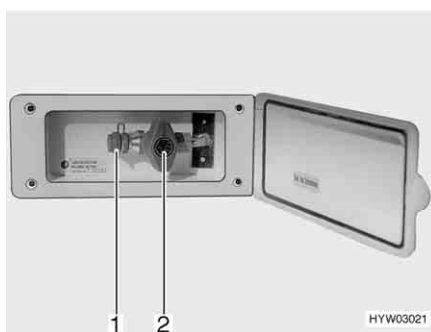

Fig. 74 Presa gas esterna (rubinetto di arresto del gas chiuso)
La presa gas esterna si trova (Fig. 74) sul lato anteriore destro vicino al vano portabombole.
- Collegare l'apparecchio a gas esterno all'attacco (Fig. 74,1).
- Aprire il rubinetto di arresto del gas (Fig. 74,2).